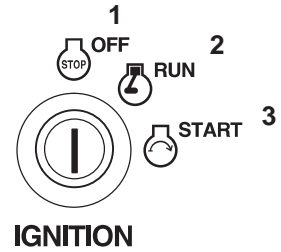

Figure 17
2. Laissez tourner le moteur au ralenti pendant 60 secondes (Fig. 17).
3. Tournez la clé de contact en position Contact coupé (Fig. 17).